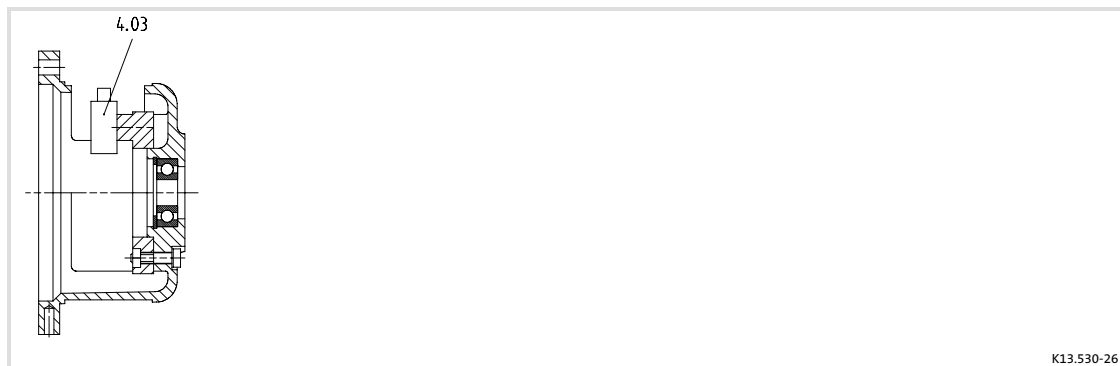

Abb. 13
4. Kohlebürsten (s. Abb. 13) aus Führungsköchern herausnehmen,